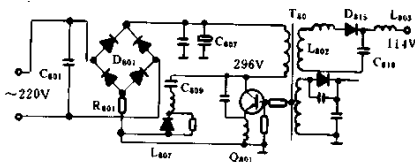

图 2-2-8 黄河 HC-37 I 彩电电源电路
(1) 检查电源电路（参看图 2-2-8），测量无 114V 的输出电压输出。再测开关管集电极